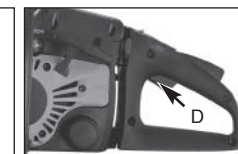

Fig. 9F
7. Laissez tourner le moteur 10 secondes. Enfoncez et relâchez le gaz (D) pour mettre le moteur au ralenti. (Fig. 9F)